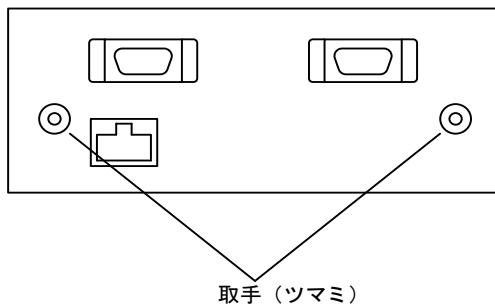

図 19. インターフェイスユニットの取手 (ツマミ)
1. 装置背面からインターフェイスユニットの取付ネジを外し、図19の取手 (ツマミ) を持って引き抜きます。